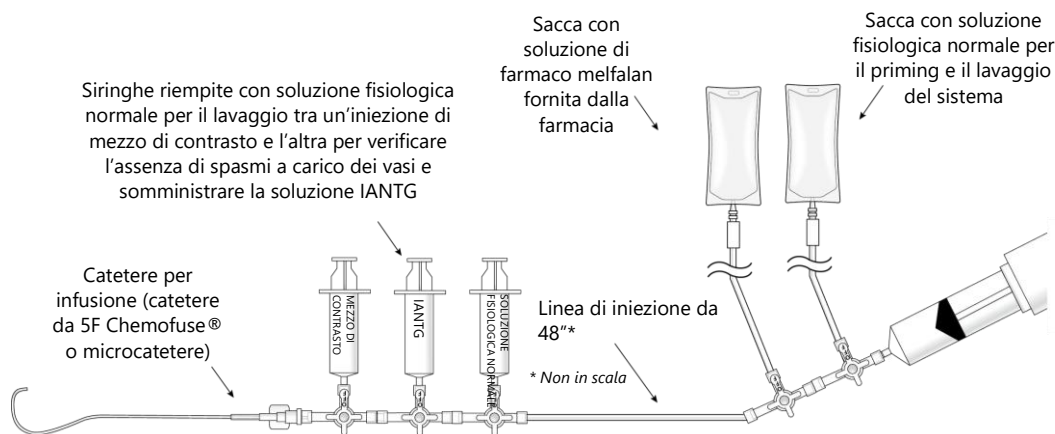

Figura 28
- (a) Quando il circuito di emofiltrazione funziona in modo soddisfacente e il paziente è emodinamicamente stabile, lavare la linea di infusione dell'arteria epatica con soluzione fisiologica normale per evitare di miscelare direttamente l'eparina con l'agente chemioterapico (melfalan cloridrato). Collegare la linea di infusione del farmaco al catetere per infusione dell'arteria epatica (catetere da 5F Chemofuse® o microcatetere), come illustrato nella Figura 28, per completare il circuito di somministrazione del farmaco.